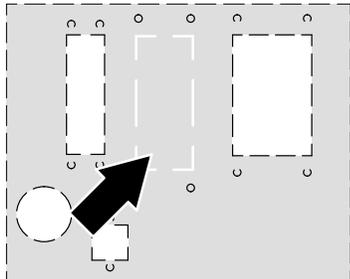

Fig. 4-112
1. A fig. 4-112 mostra a zona prevista para o cabo na parte posterior do aparelho de fusão.